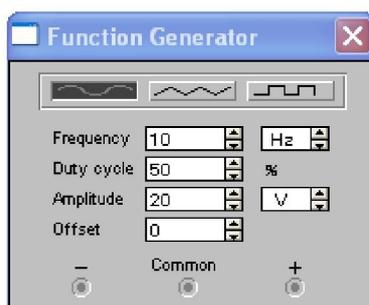

Рис. 18. Параметры функционального генератора
2. Установите параметры функционального генератора и осциллографа в соответствии с рис. 18 и 19 соответственно. Зарисуйте осциллограммы.
2. Установите параметры функционального генератора и осциллографа в соответствии с рис. 18 и 23 соответственно.